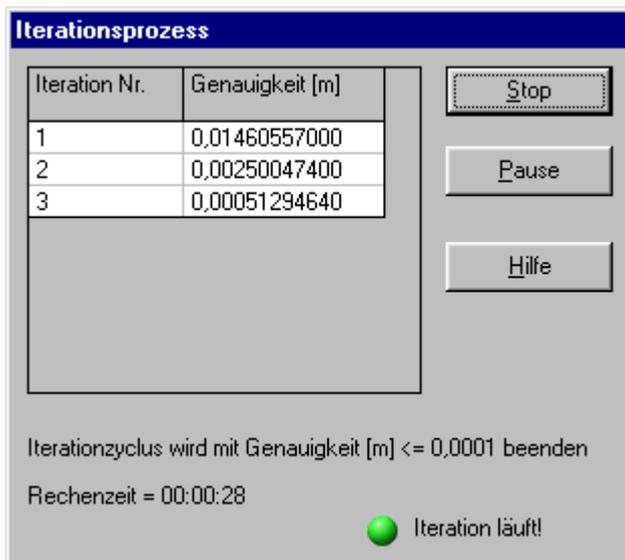
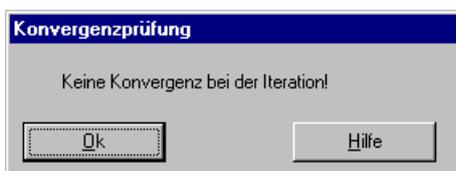

Bild 3-40 Listenfeld "Iterationsprozess"
Bild 3-41 Menü "Konvergenzprüfung"
Informationen über Konvergenz der Lösung während des Iterationsprozesses im Listenfeld "Iterationsprozess" (Bild 3-40) werden angezeigt.
Eine Genauigkeitszahl kontrolliert den Konvergenzprozess der Lösung. Die Lösung wird als konvergent betrachtet, wenn die Genauigkeitszahl vom Schritt $i + 1$ weniger als die Genauigkeitszahl vom vorherigen Schritt i ist. Die maximale Differenz zwischen der Setzung des Bodens und der Verschiebung der Platte in [m] wird als eine Genauigkeitszahl betrachtet. Ein Menü erscheint während des Iterationsprozesses, wenn die Konvergenz nicht mehr konvergent sein kann (Bild 3-41),
- Klicken Sie auf "OK" im Menü "Konvergenzprüfung" im Bild 3-41, das Listenfeld "Iterationsprozess" im Bild 3-40 erscheint. Beachten Sie, dass die Schaltfläche "Pause" sich ändert zur Schaltfläche "Weiter"